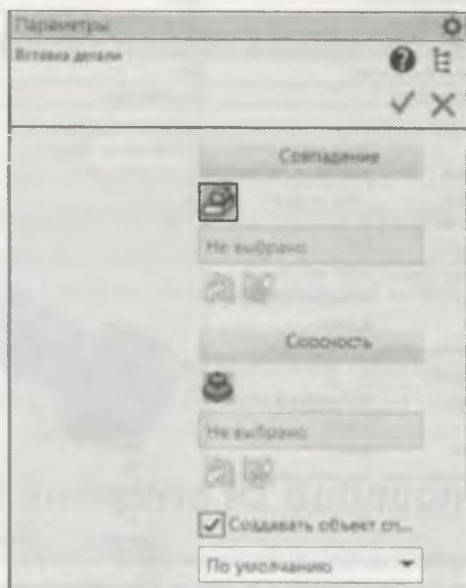

Рис. 30.24. Панель
- ◆ щелкните ЛК в любом месте экрана для фиксации фантома болта. На панели **Параметры: Вставка детали** (рис. 30.24) выполните действия:
- ◆ окно Справочника закроется, и в окне модели появится фантом подшипника. Для его вставки воспользуемся панелью **Параметры: Вставка детали** (см. рис. 30.24):